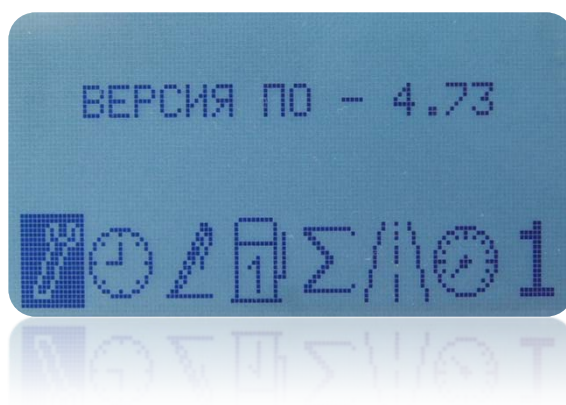

Рисунок 47 – Версия ПО
- версия программного обеспечения (рис. 47);